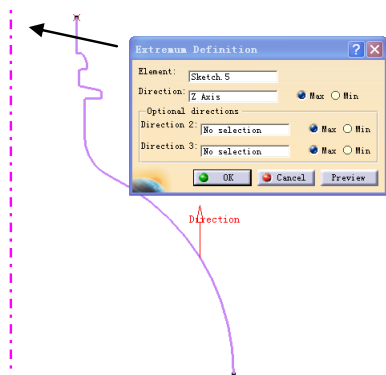

图 4-466
① 单击 Extremum (极值点) 图标，选择 Maximum 类型，在 Element 文本框中输入 Sketch.5，在 Direction 文本框中输入 Z 轴，单击 OK 按钮，完成点 Extremum.1 的建立。结果如图 4-466 所示。